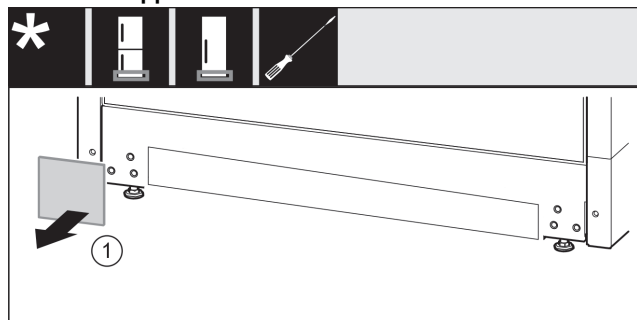

Fig. 13
- ▶ Retirer le cache. Fig. 13 (1)